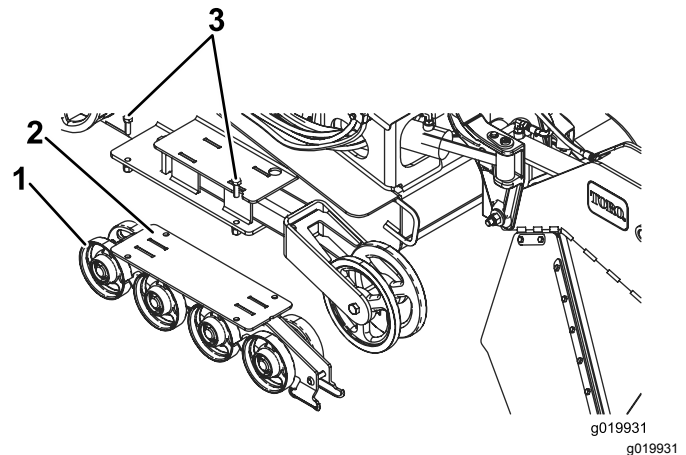

Bild 50
4. Nehmen Sie die vier Schrauben ab, mit denen die untere Kettenführung (die die Straßenräder enthält) befestigt ist, und nehmen Sie diese ab (Bild 50).